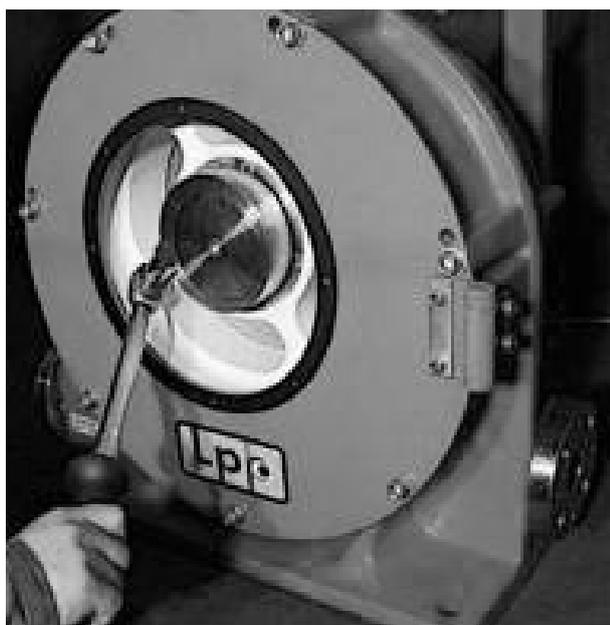

Abbildung 24.
6. Verriegeln Sie den Sicherungsdeckel mit seiner Befestigungsschraube, indem Sie einen Drehmomentschlüssel gemäß den Werten in Anhang A, 'Anzugsdrehmomente für LPP-T-Pumpen' verwenden (siehe *Figure 24.*).